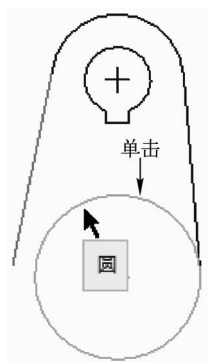

图 4-67 单击鼠标左键
STEP 03 在绘图区左方的直线和下方的圆上依次单击鼠标左键, 如图 4-67 所示。